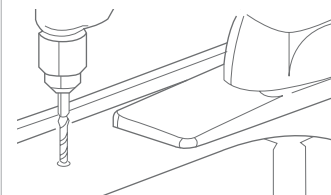

Figura 8.
b. Barrena el orificio marcado por medio de un taladro con broca de 1/4"; esta operación deberá ser intermitente para evitar el sobrecalentamiento de la broca. (ver Figura 8).